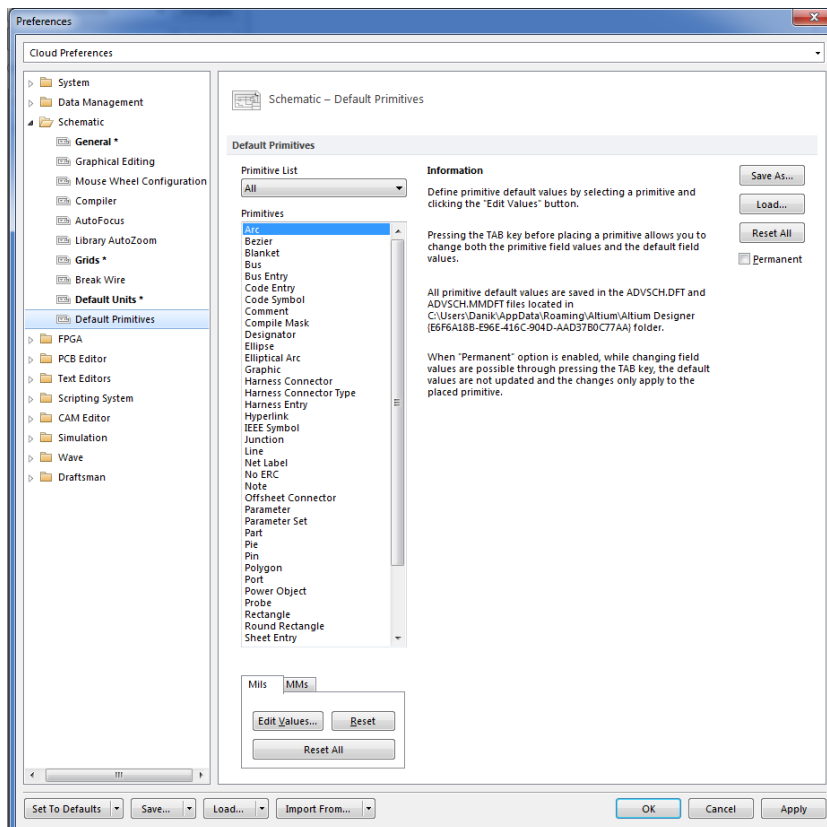

Рис. 1.8
5) Перейдіть до Schematic-Default Primitives (Рис. 1.8).